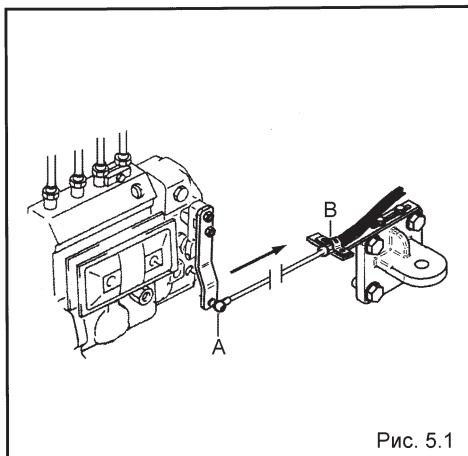

Рис. 5.1
Подсоедините трос к шарниру на рычаге газа (A) и закрепите его зажимом (B). Отрегулируйте длину троса таким образом, чтобы дроссельная заслонка не открывалась до тех пор, пока шестерня реверс-редуктора не войдет в зацепление (рис. 5.1) (для дистанционного управления с одним рычагом).